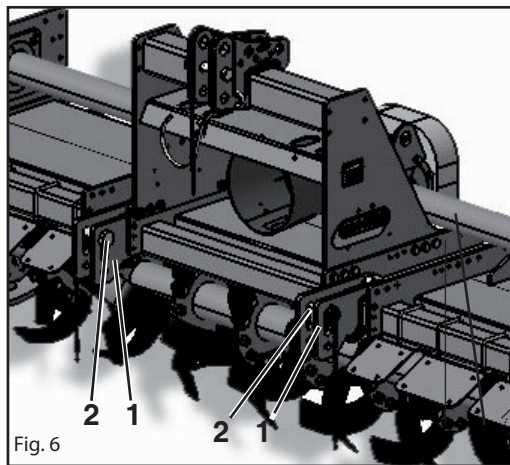

Fig. 6
In base alle dimensioni specifiche di questi 2 tipi di attacchi dei trattori è necessario determinare la posizione più favorevole della macchina spostando opportunamente sul tubo quadro le piastre (1 Fig. 6) e inserendo i perni (2 Fig. 6) nei fori corrispondenti al giusto diametro delle parallele del trattore.
Le piastre (1 Fig. 6) vanno montate sempre e solo come mostrato in Fig. 6 con i fori posizionati anteriormente al tubo quadro.
Depending on the precise dimensions of these two types of hitches, find the best position for the machine by moving the plates (1 Fig. 6) along the square tubular and inserting the pin (2 Fig. 6) in the holes corresponding to the correct diameter for the tractor's parallel arms.
The plates (1 Fig. 6) must always and only be mounted as shown in Fig. 6 with the holes towards the front of the square tubular.
En fonction des dimensions spécifiques de ces deux types d'attelages des tracteurs il faut déterminer la position la plus favorable de la machine en déplaçant, sur le tube carré, les plaques (1 Fig. 6) et introduire les axes (2 Fig. 6) dans les trous correspondant au bon diamètre des parallèles du tracteur.
Les plaques (1 Fig. 6) doivent obligatoirement être montées comme illustré dans la Fig. 6 en utilisant les trous placés à l'avant du tube carré.
Aufgrund der spezifischen Abmessungen dieser beiden Schlepperanschlüsse kann man die günstigste Position der Maschine festlegen, indem man die Platten (1 Abb. 6) auf dem Vierkantrrohr verschiebt und die Bolzen (2 Abb. 6) in die entsprechenden Bohrungen mit dem richtigen Durchmesser auf dem Schleppergestänge einsteckt.
Die Platten (1 Abb. 6) dürfen nur und ausschließlich so montiert werden, wie es in Abb. 6 gezeigt ist, nämlich mit den Bohrungen, die vor dem Vierkantrrohr angeordnet sind. Der Hersteller haftet nicht für die Beschädigung der Maschine oder des Schleppers infolge der Nichtbeachtung dieser Angabe.
Сцепление фрезы почвенной навесной с трактором должно осуществляться при опущенном устройстве и на ровной поверхности. Все навесные почвенные фрезы могут быть использованы с любыми типами тракторов, оснащенными универсальным трехточечным креплением 1й либо 2й категории. В соответствии с размерами этих двух типов крепления тракторов, необходимо установить наиболее благоприятное положение фрезы почвенной навесной, перемещая надлежащим образом пластины (1 Рис. 6) по квадратной трубе и вставляя штифты (2 Рис. 6.) в отверстия, соответствующие точному диаметру кронштейнов трактора.
Пластины (1 Рис. 6.) должны устанавливаться всегда и только так, как это указано на Рис. 5., с отверстиями расположенными спереди квадратной трубы. Фирма-производитель снимает с себя всякую ответственность за поломки навесной почвенной фрезы либо трактора, вызванные недостаточным соблюдением этого указания.
- 1 - Accostare le parallele del sollevatore ponendole all'interno delle piastre (1 Fig. 6), inserire il perno (2 Fig. 6) nel foro predisposto e bloccare con le copiglie a scatto.
- 1 - Near the lift bars, setting them in the most suitable plates (1 Fig. 6). Insert the pin (2 Fig. 6) into the relative hole and lock in place with the snap-in split pins.
- 1 - Approchez les barres du relevage en les plaçant à l'intérieur des plaques les plus appropriées (1 Fig. 6), introduisez l'axe (2 Fig. 6) dans le trou correspondant et bloquez par les goupilles à encastrement.
- 1 - Die Lenker des Krafthebers annähern und in die am besten geeigneten Platten schieben (1 Abb. 6). Den Bolzen (2 Abb. 6) in das Loch stecken und mit dem einrastenden Splint blockieren.
- 1 - Приблизить кронштейны подъемника, расположив их внутри пластин (1 Рис. 6.), вставить штифт (2 Рис. 6.) в соответствующее отверстие и заблокировать его предохранительным шплинтом.